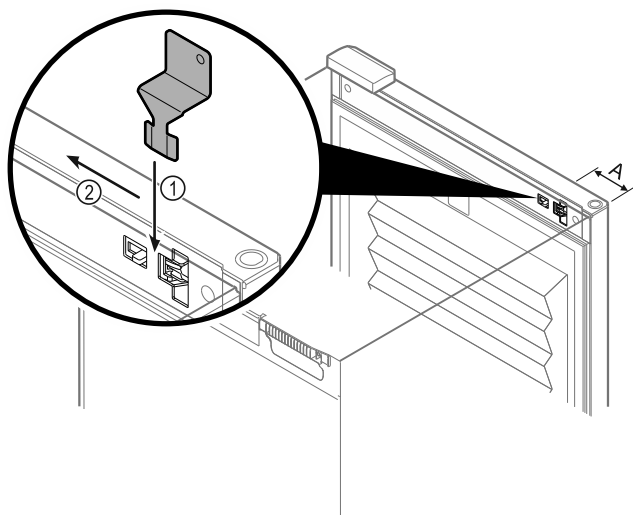

Fig. 218
- ▶ 将紧急解锁钥匙放置在指定位置 Fig. 218 (A) ≈ 100mm。
- ▶ 将紧急解锁钥匙从上方插入门与冰箱主体之间直到止挡位 Fig. 218 (1)。
- ▶ 向铰链侧方向拉动紧急解锁钥匙 Fig. 218 (2)。